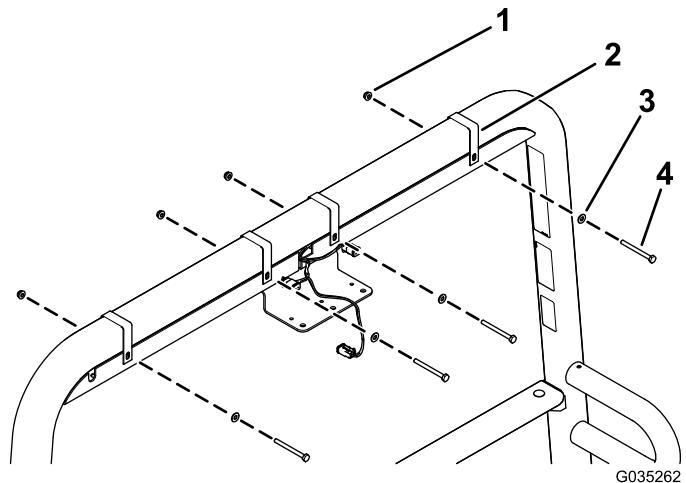

図4
2. チャネル部材2本を、ROPSに取り付けるチャネル部材取り付けブラケット4個、六角ヘッドボルト 1/4 x 2-3/4 インチ4本、平ワッシャ 1/4 インチ4枚、フランジナット 1/4 インチ4個を使用し、図4のように取り付ける。